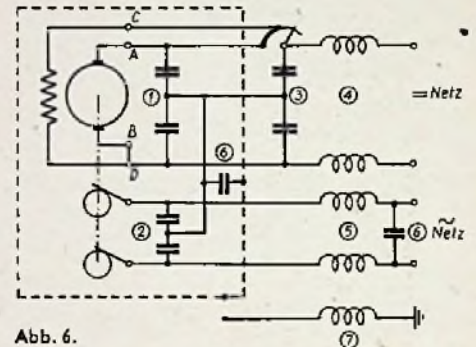

Abb. 6.
störungsmitteln nach der Abb. 6 zweckmäßig. Die Gleichstromseite mit dem Kommutator ist immer der größere Störer. Die Reihenfolge der Entstörungsmaßnahmen kann je nach dem gewünschten Entstörungsgrad in der auf Abb. 6 durch Zahlen gekennzeichneten Reihenfolge vorgenommen werden. In vielen Fällen genügt schon die Beschaltung nach (1) und (2). Bei geerdeten Maschinen kann der Berührungsschutzkondensator (b) durch eine direkte Verbindung ersetzt werden. Als erste Richtwerte können für die Entstörungsmittel etwa gelten: (1) und (3) $2 \times 1,0 \mu\text{F}$, (2) $2 \times 0,1 \mu\text{F}$, (b) (Berührungsschutzkapazität) $0,005 \mu\text{F}$, (6) $0,1 \mu\text{F}$, (4), (5) und (7) etwa 1 mH. Jä.